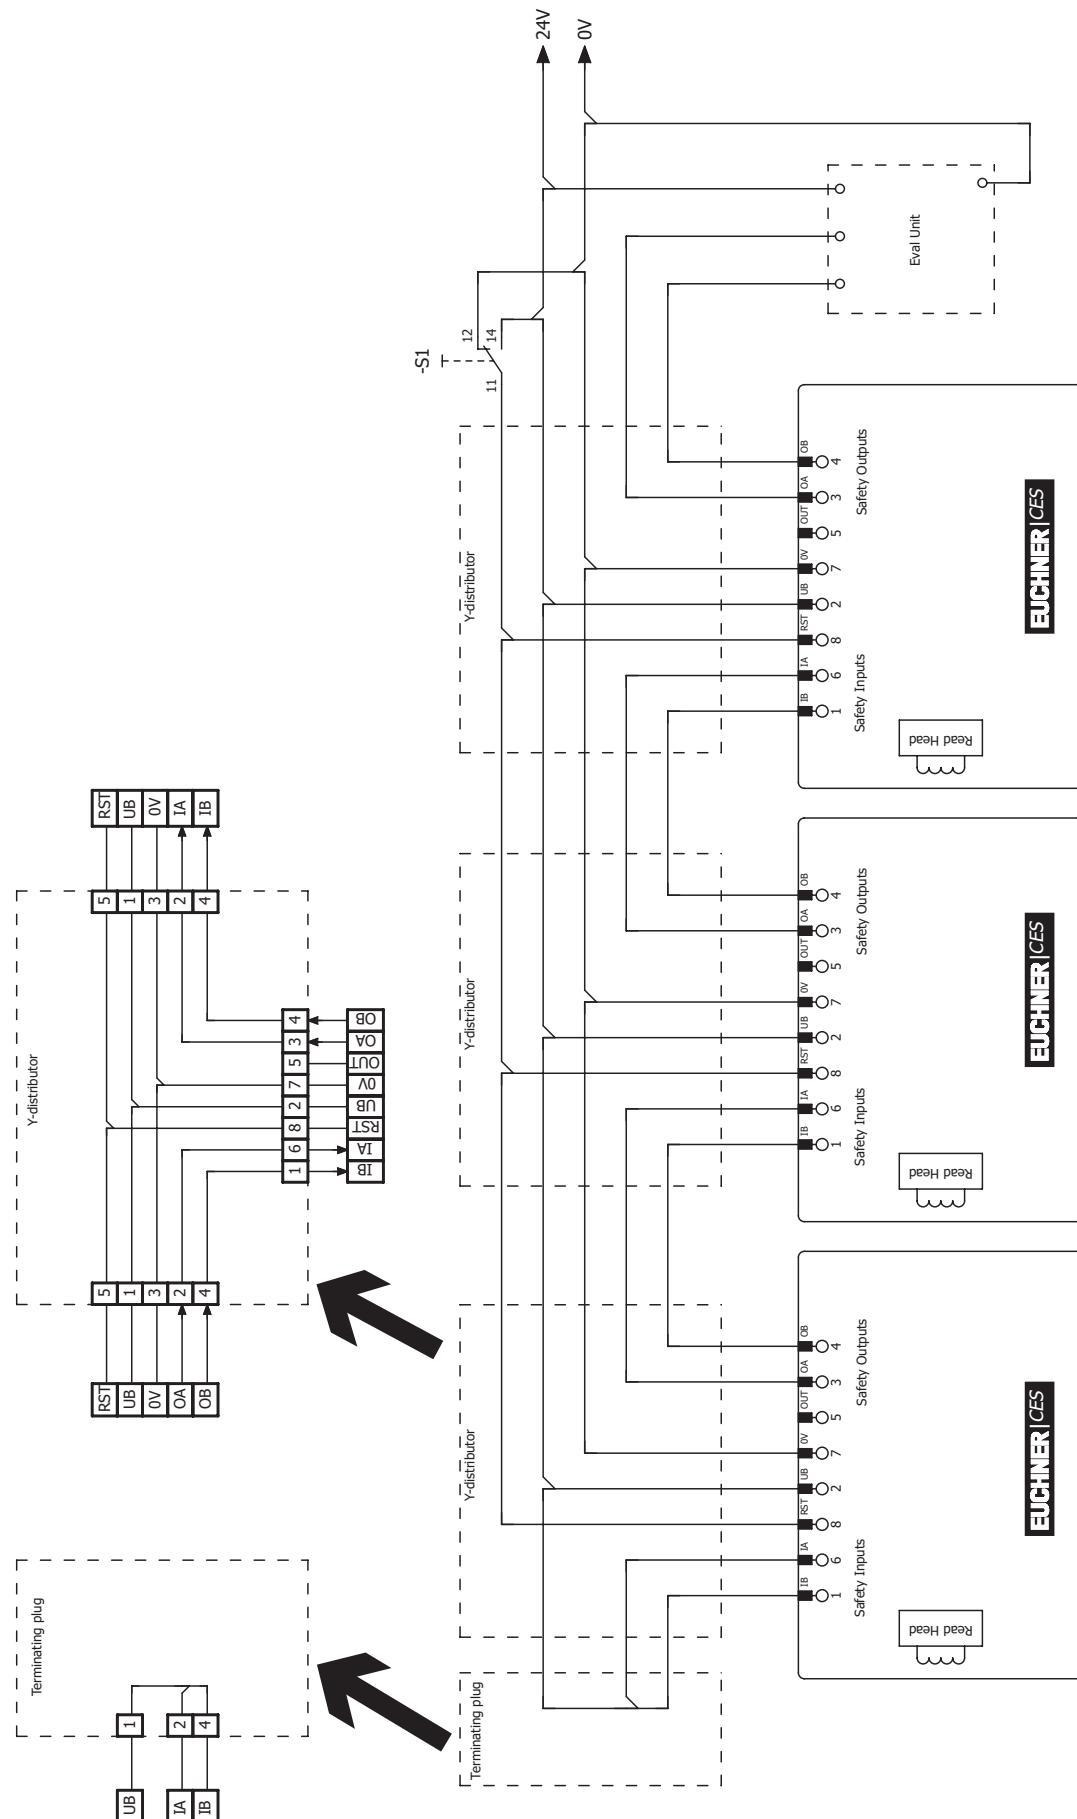

Fig. 4 : Exemple de raccordement pour montage en série avec réinitialisation et inverseur
- Il faut utiliser un signal commun pour tous les interrupteurs en série. Cela peut être un inverseur ou encore la sortie d'une commande / d'un automate. Un bouton ne convient pas car la réinitialisation en cours de fonctionnement doit toujours être sur GND (voir l'interrupteur S1 sur la Fig. 4 à la page 18).
Pour cela soit possible, l'entrée RST doit être connectée comme indiqué sur la Fig. 4 à la page 18.